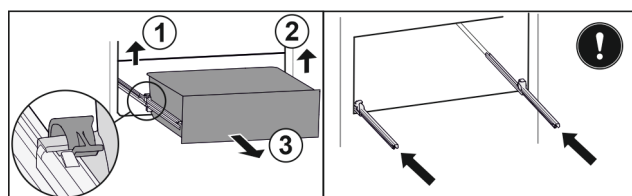

Fig. 29*
- Zvedněte levou svorku a současně vytáhněte zásuvku vlevo dopředu Fig. 29 (1).*
- Zvedněte pravou svorku a současně vytáhněte zásuvku vpravo dopředu Fig. 29 (2).*
- Zásuvku odeberte směrem dopředu Fig. 29 (3).*